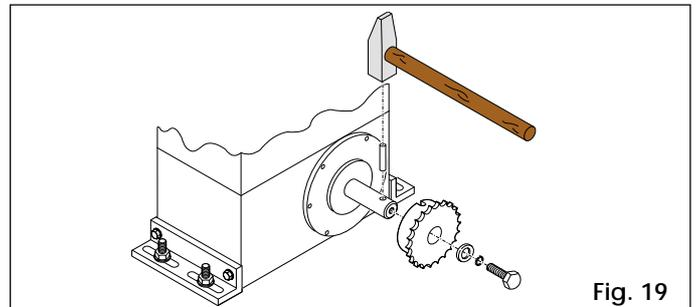

Fig. 19
4.5.1. MOD. 844MC CAT (Fig. 19 y 20)